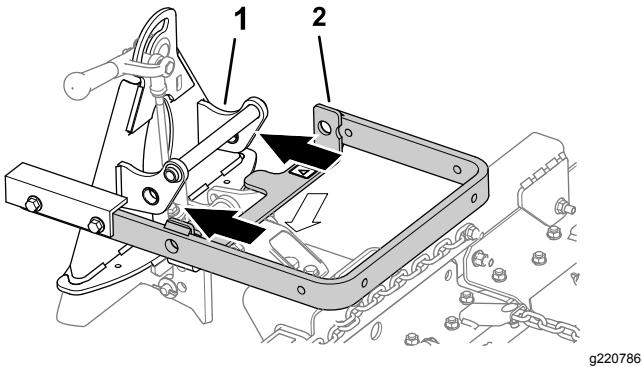
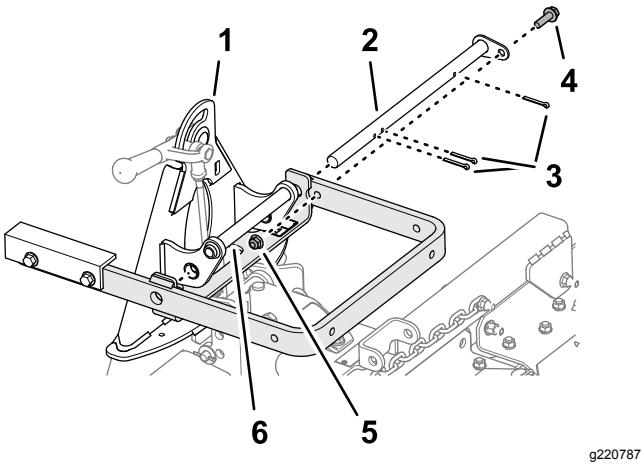

図 5
図 6
4. 昇降アームを、アタッチメントアダプタのブラケットに整列させ図5、ピボットバーを使って、図6のように接続する。
注 アタッチメントアダプタを動かす時には、アダプタの後部についているハンドルを使ってください図5。
5. ピボットバー図6を固定するコッターピン3本とボルト $\frac{3}{8} \times 1\frac{1}{4}$ インチとロックナット $\frac{3}{8}$ インチを使用。